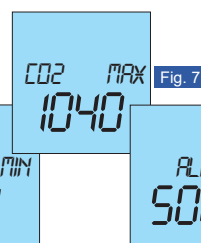

Fig. 7
- il valore di **CO2 massima** misurata dall'ultima accensione del dispositivo (Fig. 7).